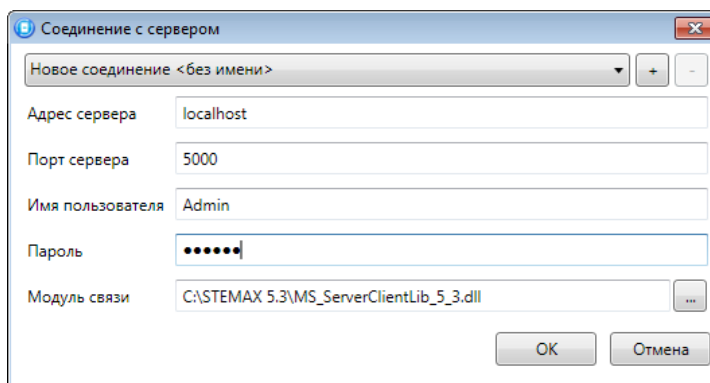

Рис. 6.5. Подключение к серверу STEMAX
**Шаг 1:** установите подключение к серверу STEMAX. Для этого в меню *Файл* выберите *Подключиться к серверу ПЦН* или нажмите кнопку . В окне авторизации (Рис. 6.5) введите данные в соответствии с таблицей (Таблица 7) и нажмите кнопку *ОК*.